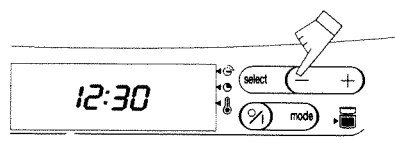

Fig. 2
2. Appuyez sur les touches  (fig. 2) pour régler l'heure.